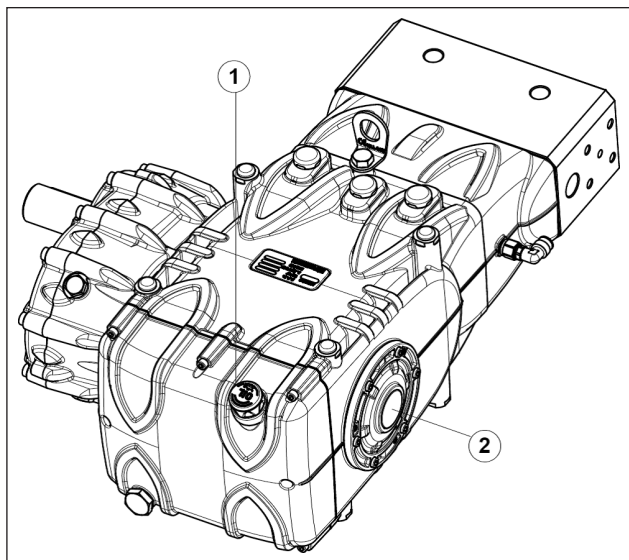

图 16
5. 泵壳中的油处于规定的油位，可通过专用的油位杆（部件号 ①，图 16）进行检查，此外也可用油位指示器（部件号 ②，图 16）进行检查。